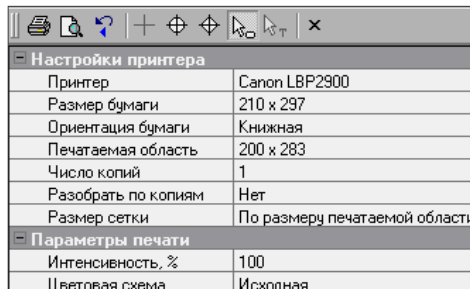

Рис. 9.7
– В окне параметров установите параметры согласно рис. 9.7.